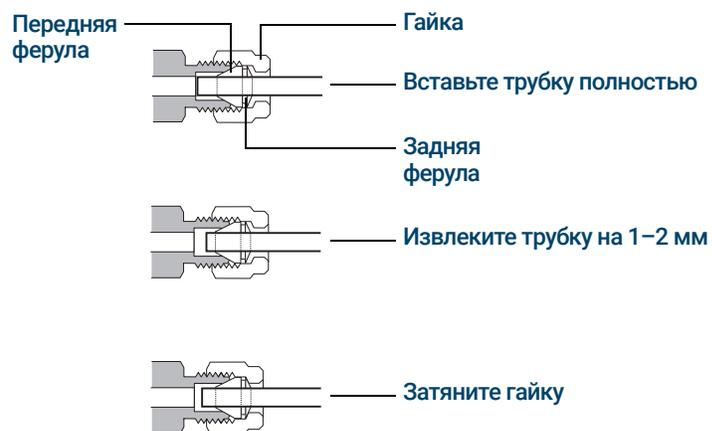

Рис. 25. Вставка трубки
- 5 Полностью вставьте трубку в заглушку, затем извлеките ее приблизительно на 1–2 мм, как показано на **Рис. 25**.